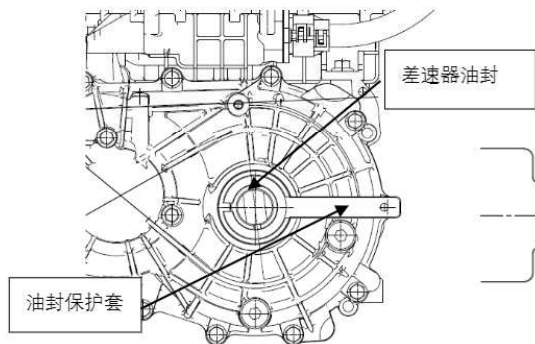

图1 油封保护套
①在传动轴插入变速箱差速器端口前，使用差速器油封保护套（如图1），保护油封；
②将传动轴插入到差速器端口花键卡圈锁住，确保差速器油封无异常，防止刮伤油封；
③加入 $0.8 \pm 0.05L$ 齿轮油。确认注油螺塞和放油螺塞螺纹无异常，注油螺塞打紧力矩 35-39N.m，放油螺塞打紧力矩 47-53N.m，涂漆标。